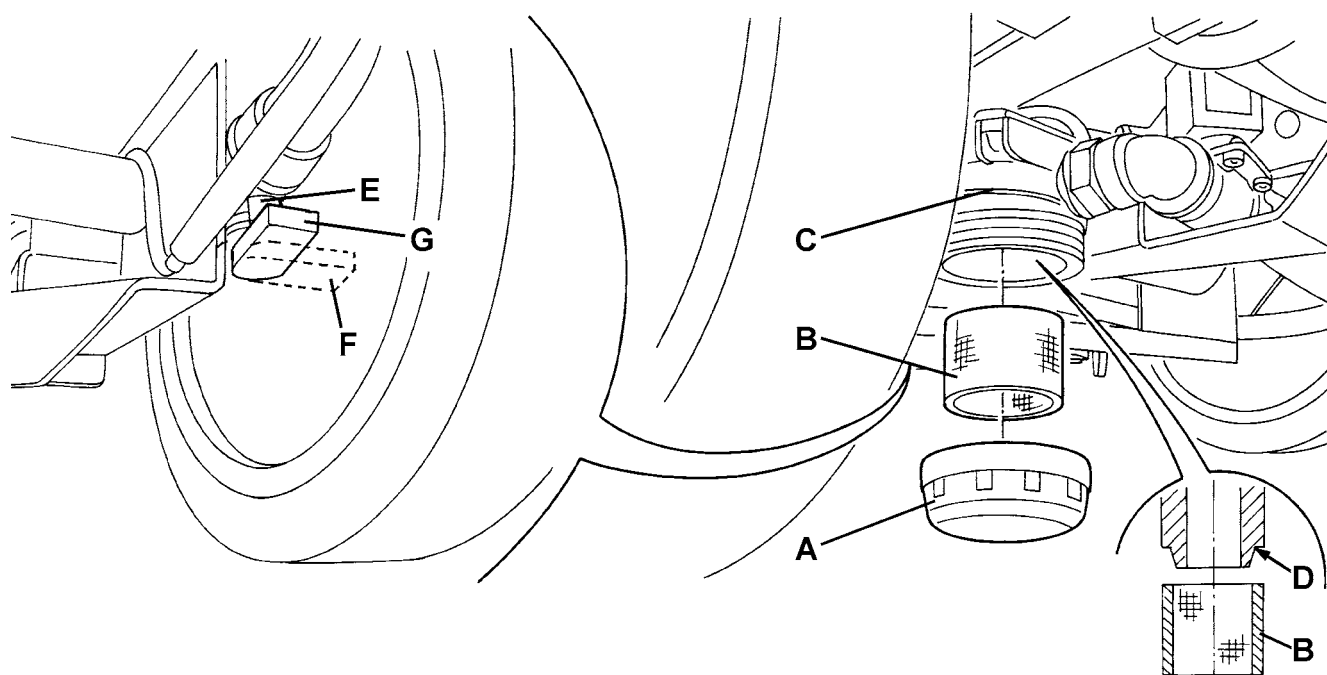

Figure 6
2. Tourner la clé de contact (41) sur "0".
3. Fermer le robinet de la solution (E, Fig. 6) situé dessous la machine, derrière la roue arrière droite. Le robinet (E) est fermé quand il se trouve dans la position (F) par rapport aux tuyaux et il est ouvert quand il se trouve dans la position (G).
4. Déposer le couvercle transparent (A), puis déposer le filet filtrant (B) sous la machine, devant la roue arrière droite. Les nettoyer et les reposer sur le support (C).